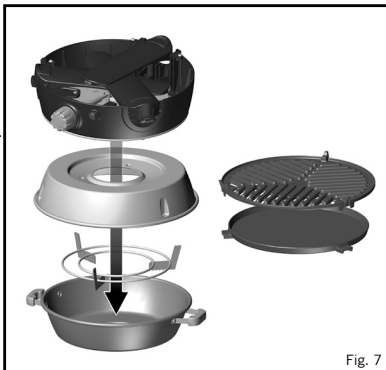

Fig. 7
- Lad enheden køle af før du pakker den ned. Efter rengøring: Fold enheden sammen som beskrevet i afsnit 3 ovenfor. Placér fad / kuppel i bunden af tasken. Placér derefter grydeholderen på fadet med bunden i vejret. Placér fedtfadet over fad og grydeholder med bunden i vejret. Placér derefter enheden med bunden i vejret over fedtfadet. Placér rist og det flade fad i deres respektive holdere i taskens og luk med lynlåsen. Fold taskens låg ind over resten af tasken og luk med lynlåsen. (Fig. 7)
- For at tænde enheden med piezotændingen, åbnes styreventilen på enheden ved langsomt at dreje den mod uret og hurtigt trykke piezo-knappen ind for at tænde brænderen. Hvis brænderen ikke tænder, trykkes på piezoknappen igen samtidig med at gasgennemstrømningen øges ved at dreje styringsknoppen indtil brænderen tænder. Hvis brænderen ikke tænder i løbet af de første 5 sekunder, lukkes ventilen og der ventes 30 sekunder før næste forsøg (fig. 7).